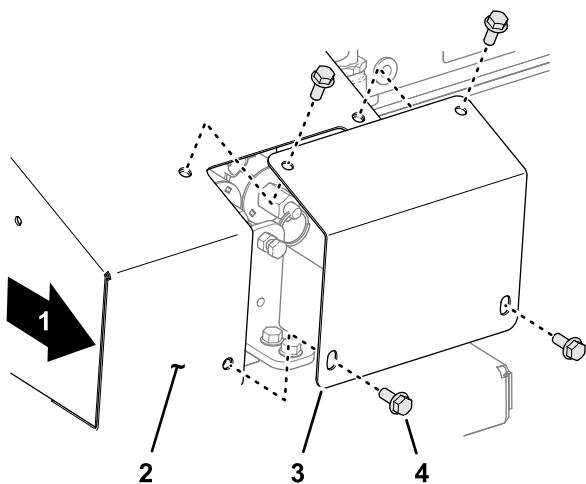

図 27
1. 機体の右側で、カバープレートをオーバーライドカバーに固定しているフランジヘッドボルトキャップスクリュー4本を外す 図 27。